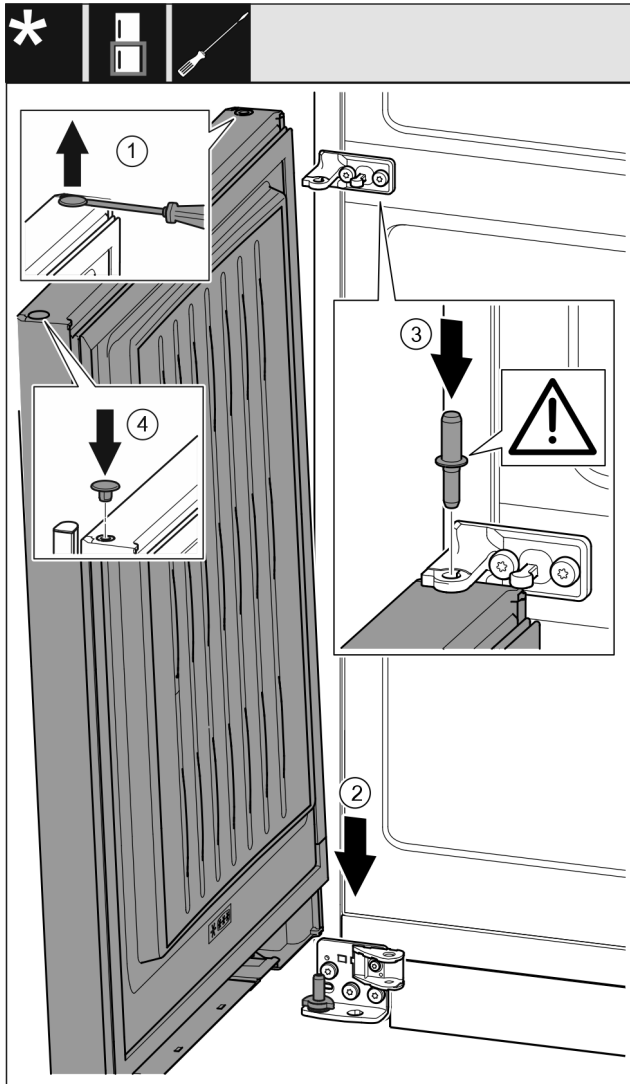

Fig. 57
- ▶ 将堵头 Fig. 57 (1)用带槽螺丝刀小心地提起并将其拉出。
- ▶ 将冰箱门 Fig. 57 (2)从上方将放在下面的轴承螺栓上。
- ▶ 将中间轴承螺栓 Fig. 57 (3)通过中间托架放置在冰箱下方门内。同时注意止动凸轮需指向后方。
- ▶ 将堵头 Fig. 57 (4)重新放入门的另一侧。